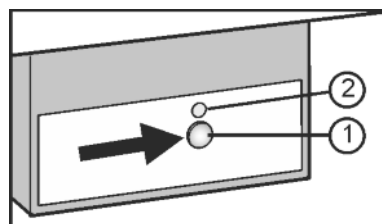

Fig. 22
- ▶ Apăsăți tasta On/Off Fig. 22 (1), astfel încât să se aprindă LED-ul Fig. 22 (2).